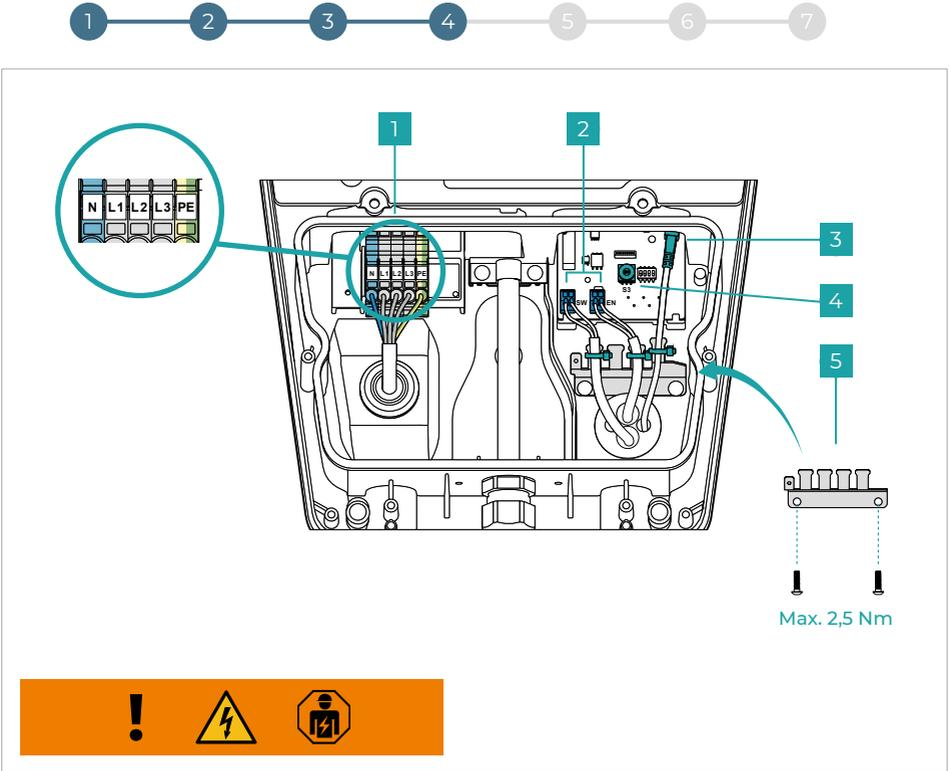
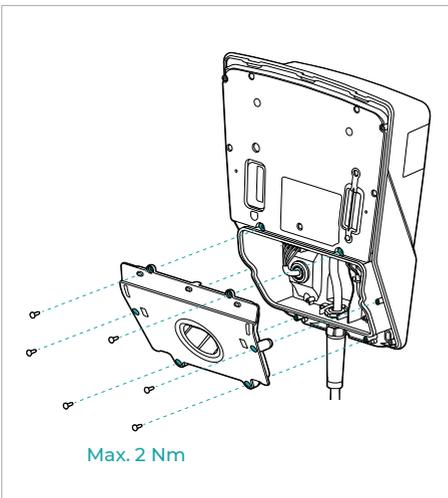

Fig. 6
Fig. 7
Som tillval kan en extern spärranordning (t.ex. nyckelbrytare) anslutas till det interna gränssnittet (**fig. 6 - nr 2 - EN-gränssnitt**).
- Förbered nätmatningsledningen (\varnothing 10-20 mm/ max. 5*6 mm²) och anslut den som i **fig. 6 - nr 1**. I figuren visas nätanslutningen med tre faser. För att ansluta laddningssystemet via en fas i nätet ska N, L1 och PE användas.
- Konfigurera max. laddningsström till mellan 6 A och 16 A med hjälp av vridbrytaren S3 som i **fig. 6 - nr 4**.
- Tillval: Förbered dataledningarna (digital ingång (EN)/utgång (SW) och LAN) och anslut dem som i **fig. 6 - nr 2 & 3**. Ta bort kabelbryggan om en extern spärnanordning ska anslutas via den digitala ingången.
Montera dragavlastningen som i **fig. 6 - nr 5** och fixera dataledningarna med buntband. Montera den nedre kåpan på laddningssystemet som i **fig. 7**.
Använd datagränssnittet EN som visas i fig. 6 - nr 2.